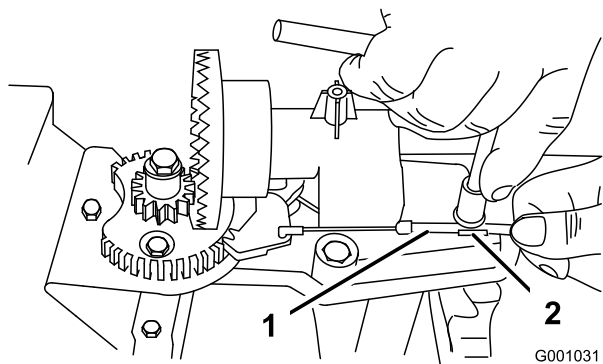
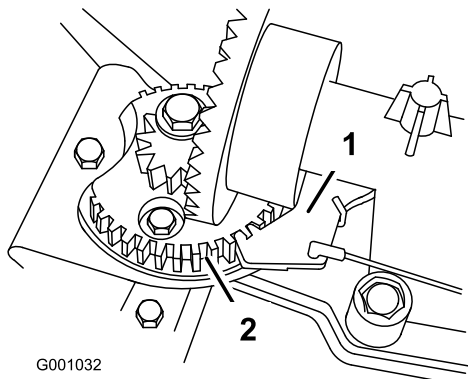

Figure 55
Figure 56
2. Desserrez le boulon du serre-câble (Figure 55).
3. Saisissez la gaine du câble et déplacez-la vers l'avant de la machine jusqu'à ce que le cliquet de verrouillage de l'éjecteur s'engage complètement dans les dents du secteur (Figure 55 et Figure 56).
**Remarque:** Le cliquet est rappelé par ressort et s'engage naturellement dans les dents du secteur (Figure 56).